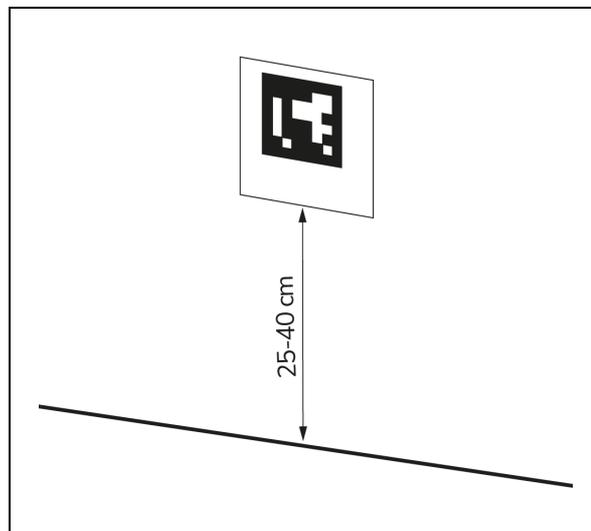

Figura 22
1. Colocar o bloco de código QR na parede entre 2540 -cm acima do chão (Figura 22, pos. 1).